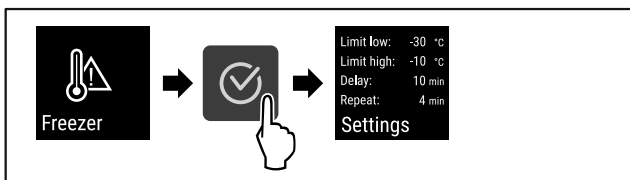

Fig. 103
- ▶ Провести етапи операцій (див. Fig. 103) .